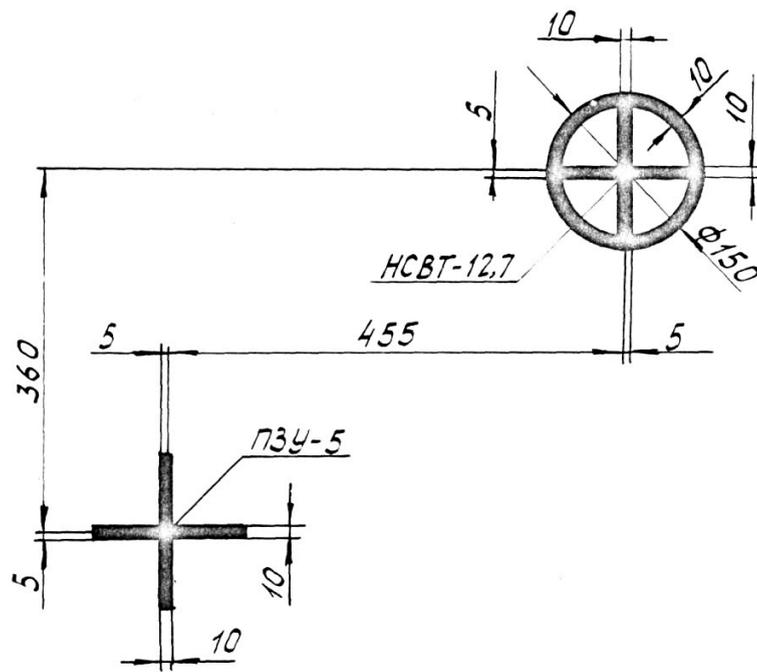

Рис. 24.5. Щит для определения координат контрольной точки для дистанции 30м
3. Проверка записи координат контрольной точки (рис. 24.5) в формуляре орудия (запись делается заводом-изготовителем или командиром подразделения по результатам очередного приведения пулемёта к нормальному бою).